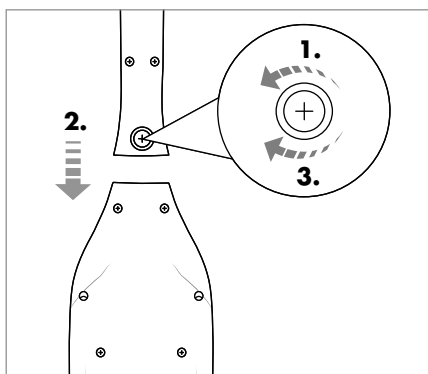

Fig. 2
- 1) Desaperte o parafuso 13 na parte de trás do cabo vertical 12 com uma chave Philips, no sentido contrário ao dos ponteiros do relógio. Retire o parafuso 13 do orifício roscado no cabo vertical 12 (fig. 2).
- 2) Coloque o cabo vertical 12 sobre o respetivo suporte no aparelho. Introduza completamente o cabo vertical 12 no respetivo suporte, de forma a fixá-lo de forma correta no aparelho (fig. 2).
- 3) Volte a inserir o parafuso 13 no orifício roscado na parte traseira do cabo vertical 12. Aperte o parafuso 13 com uma chave Philips no sentido dos ponteiros do relógio (fig. 2).